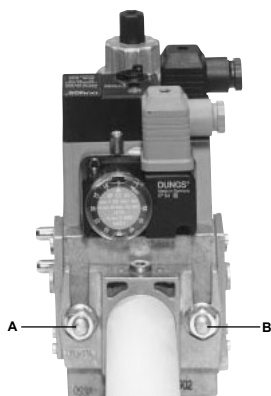
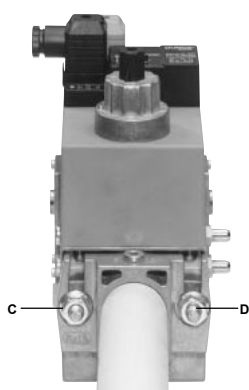

Рис. 3
Рис. 4
- 4 согласно ссылке, данной на Рис. 4, закрепить фланец к шпилькам котла с помощью гаек **D**, не затягивая их полностью;
3. Затянуть винты А, В, С и D (Рис. 3 - Рис. 4), (Рис. 6), соблюдая дистанции монтажа (Рис. 6);